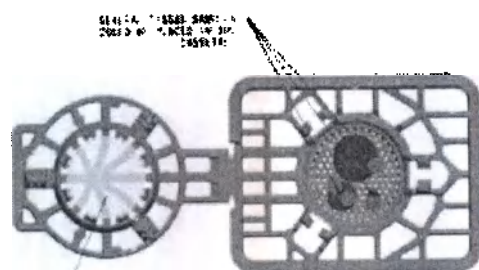

Рисунок 6R
1. Кассета для биопсии 13 x 13 Paraform имеет диаметром 13 мм с небольшой синей губкой, вставленной в крышку. Кассета для биопсии 13 x 13 Paraform предназначена для использования с малыми биопсийными или малыми фрагментированными образцами. Глубина (0,3-1,0 мм) и ширина (до 5 мм). Проще разместить ткань во вставку в кассету перед ее размещением в рамке (рис. 6R и 6S).